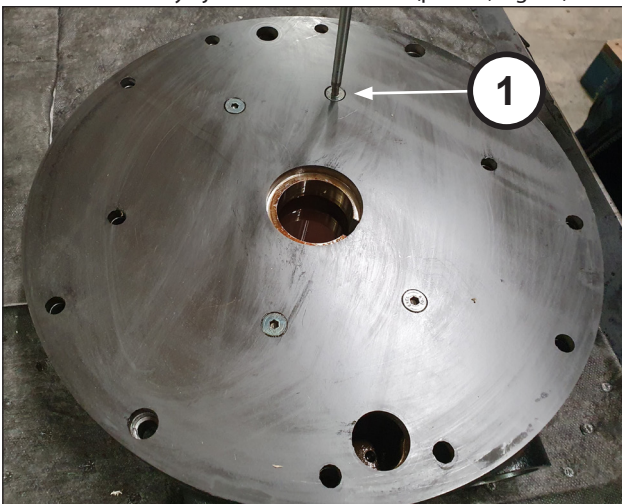

Fig. 94
Colocar la placa de la bomba de aceite en el cuerpo de la bomba de aceite y fijarla con los tornillos (pos. ①, Fig. 94).